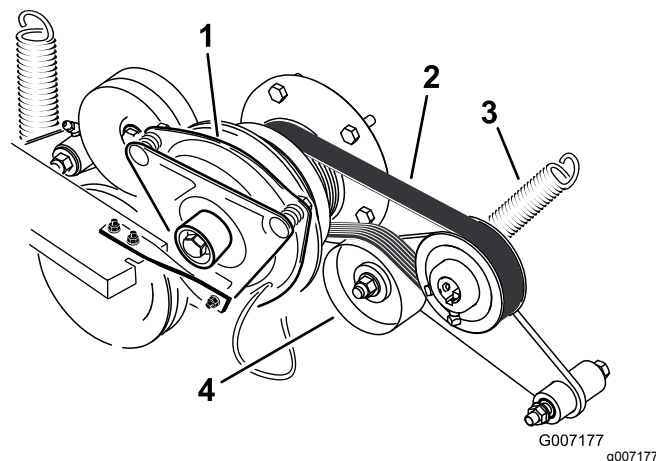

Figura 90
3. Retire el muelle del brazo de la polea tensora (Figura 90).
4. Instale la correa nueva alrededor de la polea del motor y de la bomba hidráulica (Figura 90).
6. Instale el muelle en el brazo tensor (Figura 90).